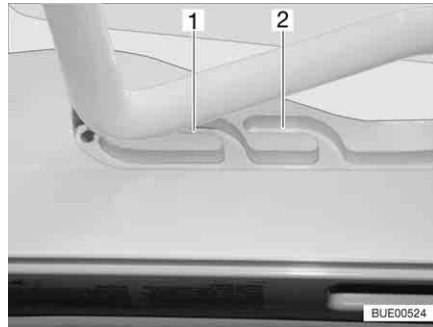
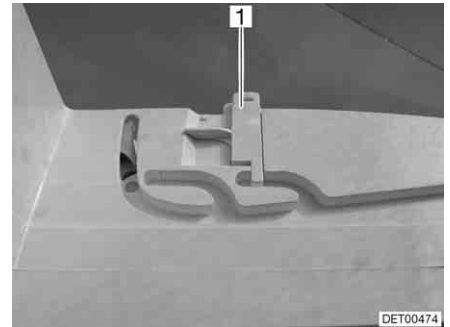

Bild 106 Heki-takluckan i ventilationsläge
Bild 107 Lås ventilationsläge
Heki-takluckan kan ställas i två ventilationslägen: Läget för dåligt väder (Bild 106,1) och mittläget (Bild 106,2). Beroende på modell kan takluckan låsas i mittläget med spärren (Bild 107,1).
- Tryck bygel lätt uppåt och skjut in den i det valda spåret (Bild 106,1 eller 2) och lås eventuellt.